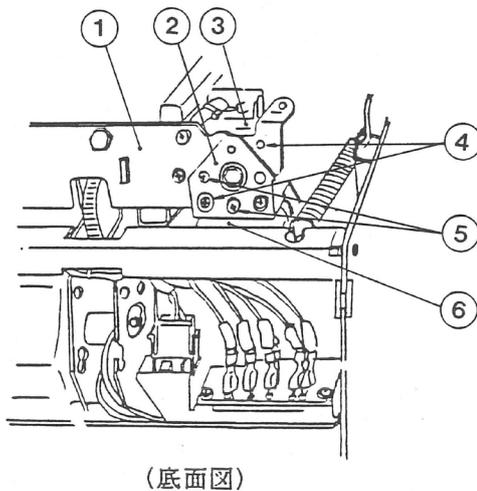
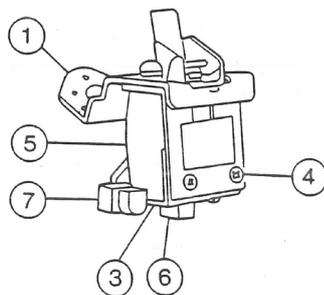
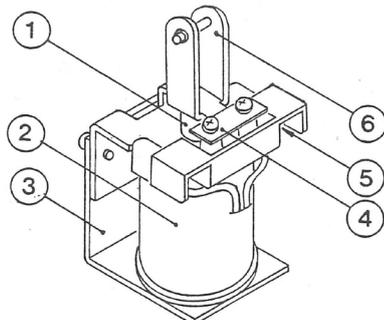

図48. SHT取付外観図
図49. SHT.1 外観図
図50. SHT.2 外観図
標準で1個（図48⑥）装備されます。ご要求により2個（図48③⑥）装備されているものもあります。本書では、標準のSHTをSHT.1（図49）、オプションで追加するSHTをSHT.2（図50）と称します。標準のSHT.1と、オプションで追加するSHT.2は形状が異なります。